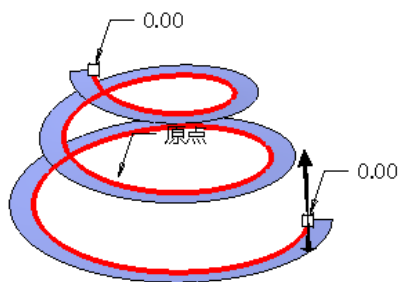

图 3-156 选择扫描混合的轨迹线
- 单击“扫描混合”按钮 ，打开“扫描混合”操控板。首先选择螺旋扫描曲线的一条边界作为扫描混合的轨迹线，如图 3-156 所示。